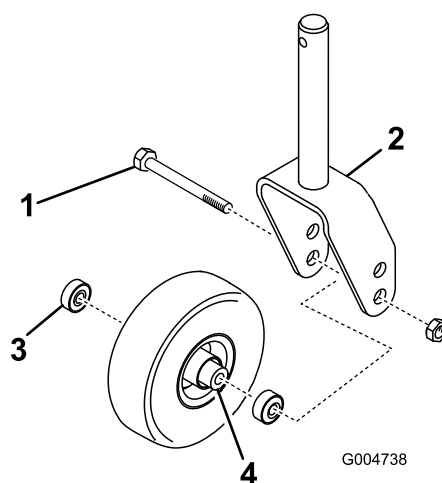
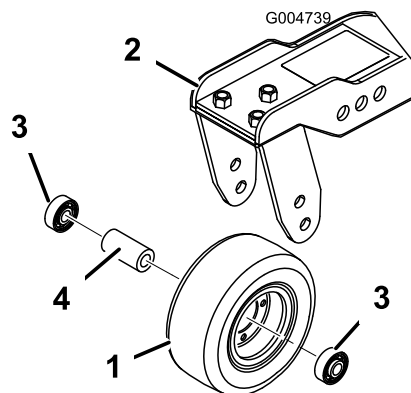

Figura 125
Figura 126
1. Togliete il dado di bloccaggio dal bullone che fissa il gruppo ruota orientabile alla forcella (Figura 125) o al braccio di rotazione (Figura 126).
2. Togliete il cuscinetto dal mozzo della ruota e lasciate cadere il distanziale del cuscinetto (Figura 125 e Figura 126).